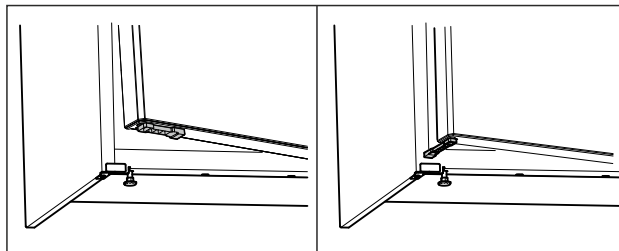

Fig. 54 *
- ▶ Obrócić ogranicznik otwierania drzwi o 90°. (patrz Fig. 54)*